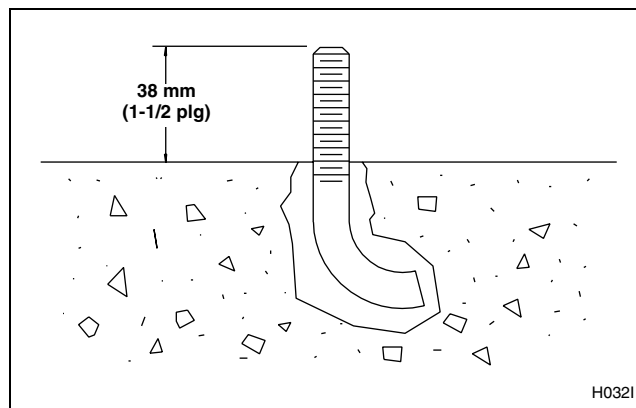

Figura 7
5. Use aire comprimido o una bombilla de aire para sacar desperdicios del interior de cada orificio. Ancle el perno en forma de J en su lugar, utilizando un compuesto de anclaje industrial aprobado. Verifique que los pernos en J estén en su lugar correcto y que todos sobresalgan 38 mm (1-1/2 plg) del piso. Consulte la *Figura 7*.